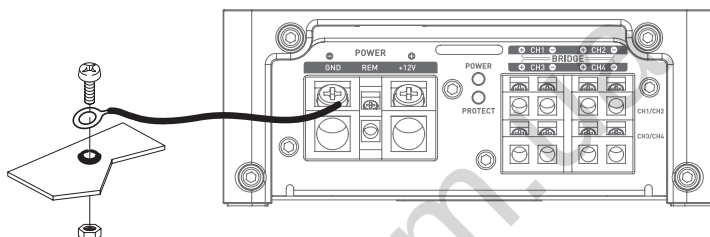

fig. 2
- 10 - Préparez la masse du châssis en grattant toute trace de peinture sur la surface métallique, afin d'assurer une bonne mise à la masse. Les connexions de masse doivent être aussi courtes que possible et **TOUJOURS** connectées à du métal soudé à la carrosserie ou au châssis du véhicule (*fig. 2*). Le point de masse généralement retenu est celui assurant la liaison entre la borne négative de la batterie et le châssis du véhicule.
3.3.2 – Munissez-vous du câble d'alimentation négatif (-). Ce câble doit-être le plus court possible et ne doit idéalement pas dépasser 1 mètre, afin d'assurer une parfaite liaison entre l'amplificateur et le châssis du véhicule. Le câble et sa section doivent être conformes au tableau (paragraphe 3.1.) Trouvez un point de masse adéquat, puis poncez-le pour enlever toute trace de peinture ou autre verni et ainsi optimiser la qualité du contact. Percez la tôle préalablement poncée au diamètre correspondant à la vis choisie en vous assurant qu'aucun passage de câbles réservoir ou autre organe sensible du véhicule ne soit à proximité. Soudez et isolez (grâce à de la gaine thermo-rétractable) le câble de masse sur le départ de câble fourni vers votre amplificateur FPX (*fig. 2*).